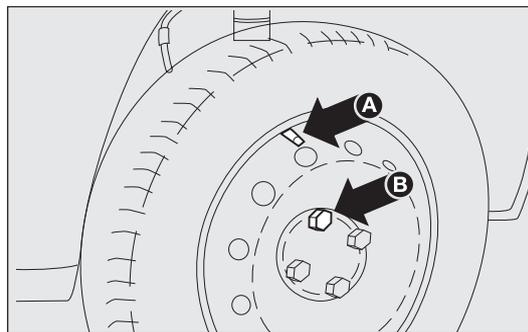

fig. 138
- ❑ monter la roue normale en vissant la première colonne B-fig. 138 pour 2 filets dans le trou le plus proche à la valve de gonflage A ;